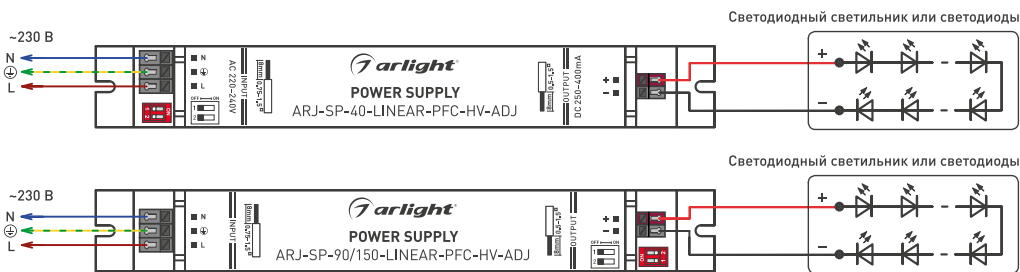

Рисунок 1. Подключение источника тока
- 3.4. Подключите нагрузку к клеммам OUTPUT, строго соблюдая полярность (рисунок 1).
- 3.5. Подключите обесточенные провода электросети к клеммам INPUT в соответствии с маркировкой на корпусе (рисунок 1).